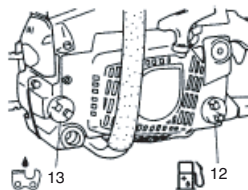

Fig. 8
⚠ ATTENTION (Fig. 8)
Huile de chaîne (Fig. 8)
Lors du remplissage des réservoirs soit avec du carburant (12), soit avec de l'huile de chaîne (13), placez la machine sur le côté avec le bouchon orienté vers le haut. (Fig. 8)